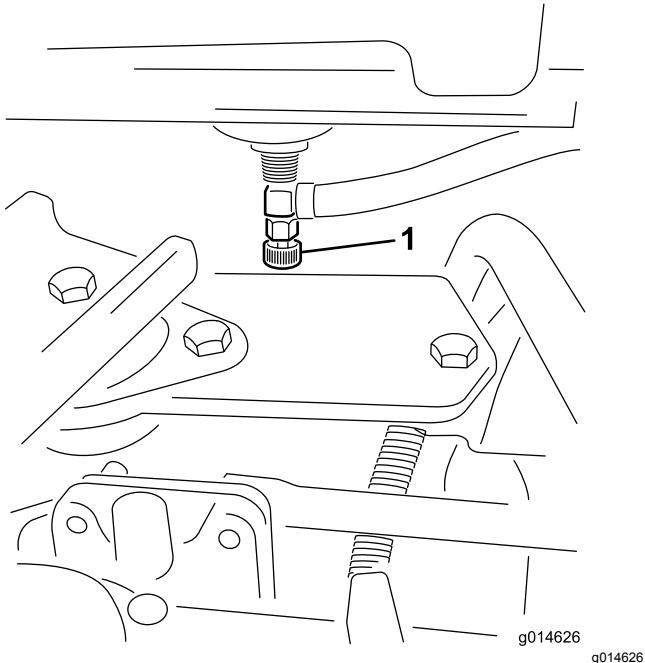

Figure 29
1. Fermez le robinet d'arrivée de carburant (Figure 29) situé au-dessous du réservoir de carburant.